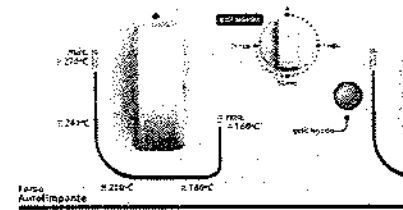

Fig. 17
- › No painel de registros do seu produto você irá encontrar o Grill Elétrico com Timer no sentido horário na posição desligada e uma lâmpada que indica o funcionamento do Grill Elétrico (Fig. 17). O Grill Elétrico não funciona quando o queimador do forno é/está acionado, para não ocasionar super aquecimento.